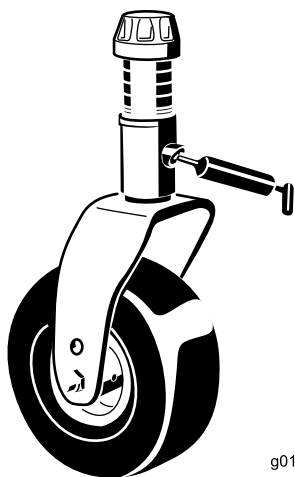

Figura 48
- Um casquilho de eixo da forquilha da roda giratória (Figura 48)